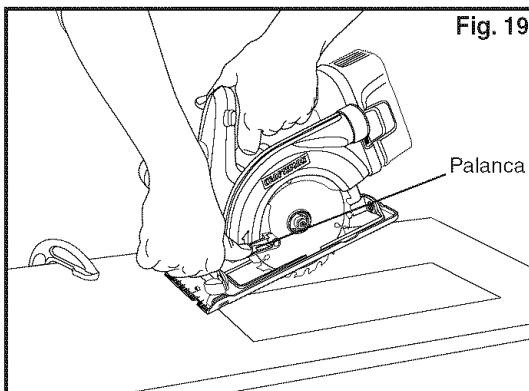

Fig. 19
HACIENDO CORTES DE BOLSILLO (Fig. 19)
2. Mientras sostiene el protector inferior de la hoja hacia arriba desde la palanca, descance la parte delantera de la base de la hoja plana contra la pieza de trabajo con el mango posterior levantado para que la hoja no toque la pieza de trabajo (ver la Fig. 19).